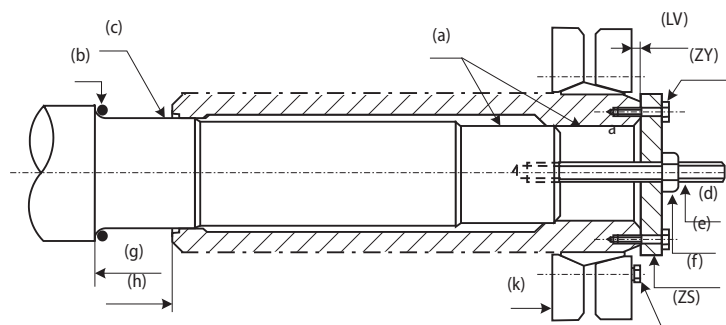

Fig. 11
Montage - Fig. 11
Remarque 1 : Pour une unité de type vertical, monter une rondelle de butée (B) pour éviter au réducteur de bouger lorsque l'écrou (ZS) est desserré (fig. 11).
- (1) Si l'arbre entraîné (fig. 11) n'a pas d'épaule au moment du montage, placer une entretoise (h) pour le positionnement. (L'entretoise (h) n'est pas fournie avec l'appareil.)